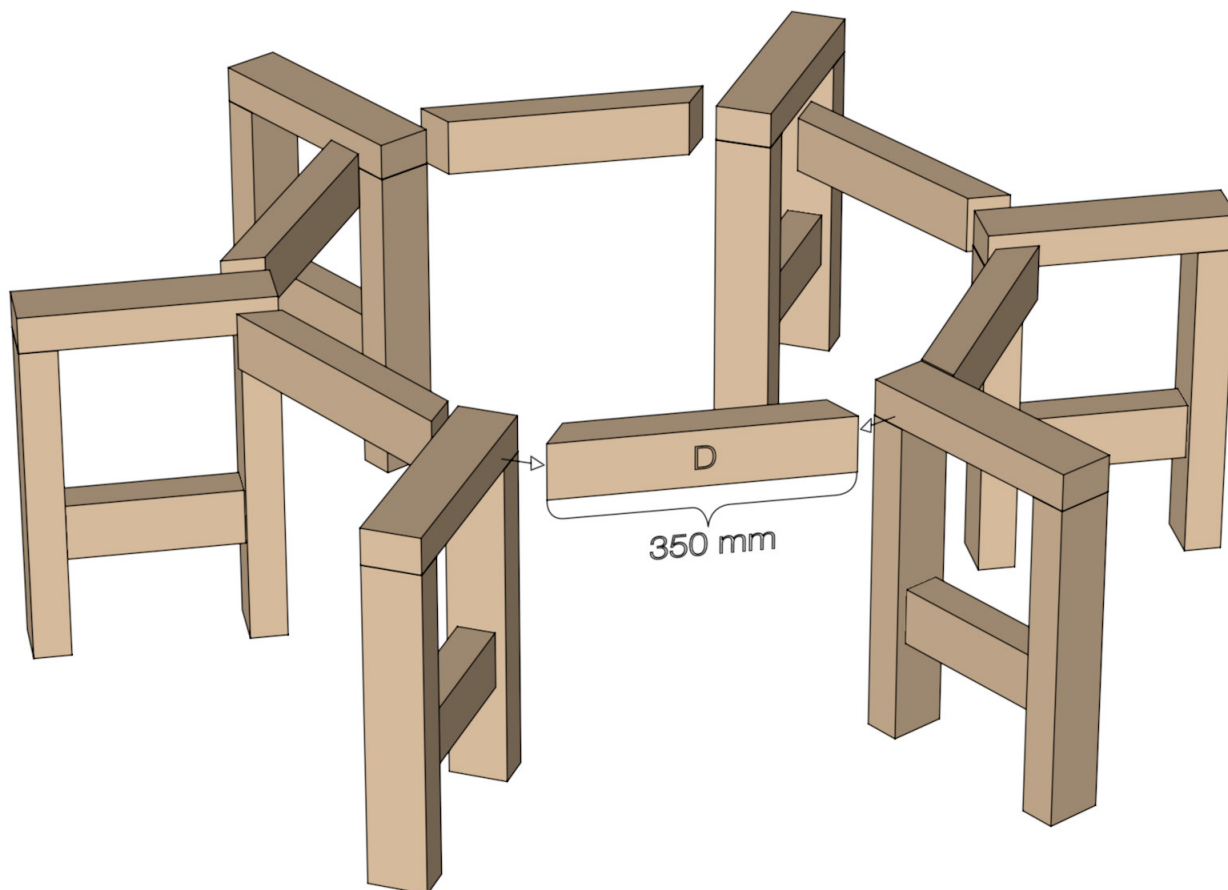

fig. 3.
3. Såga delarna D i 30 grader i båda ändarna. Limma och skruva fast dem i benställningarna med 75 mm-skruv enligt fig. 3 & 4. Tänk på att bänken ska gå att ställa runt ett träd - mät trädets diameter och lämna minst en av delarna D lös.